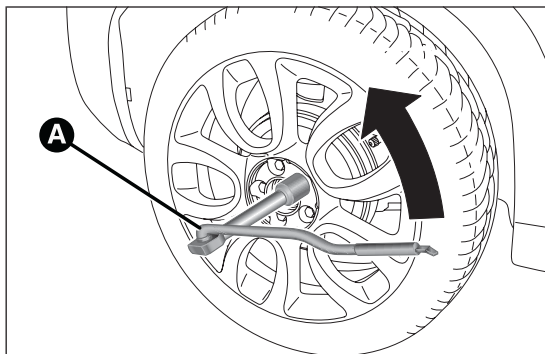

fig. 144
- prendere la chiave A fig. 144 ed allentare di circa un giro le colonnette di fissaggio. Per le versioni dotate di cerchi in lega, scuotere la vettura per facilitare il distacco del cerchio dal mozzo della ruota;
- inserire la chiave A fig. 144 sul cric in modo da distenderlo, sin quando la parte superiore B si inserisce correttamente sul longerone C (in corrispondenza del segno riportato sul longerone stesso);
- ❑ prendere la chiave A fig. 144 ed avvitare a fondo le colonnette di fissaggio;